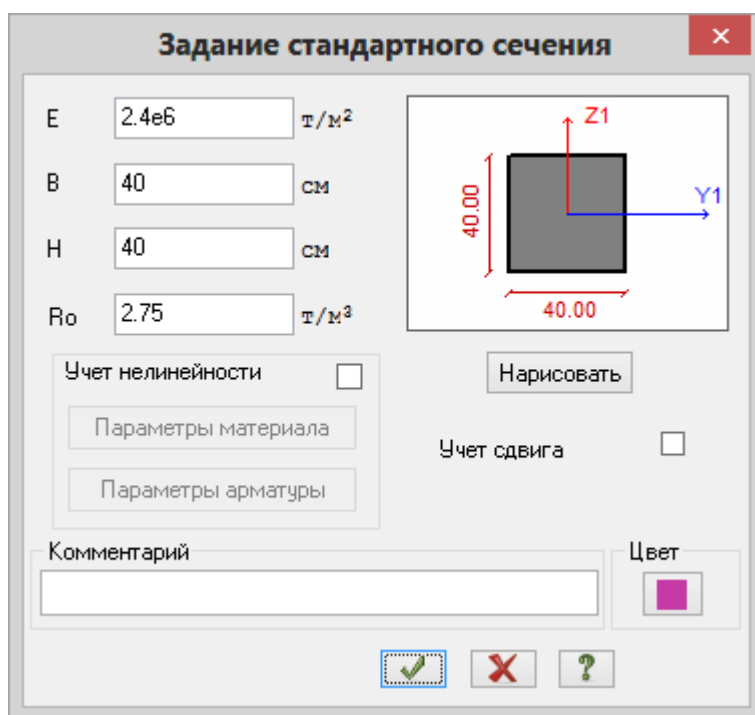

Рис.7.6. Диалоговое окно Задание стандартного сечения
- В диалоговом окне **Задание стандартного сечения** (рис.7.6) задайте параметры сечения **Брус**: